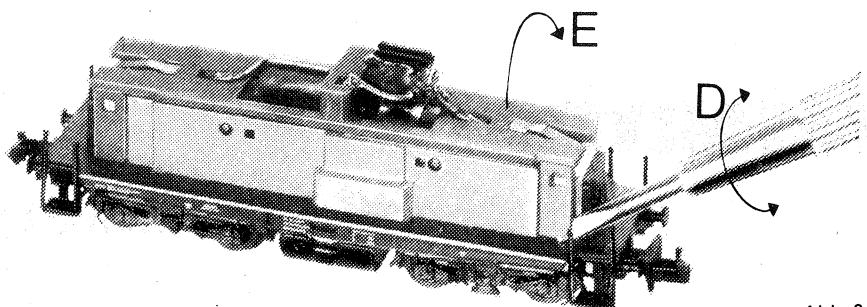
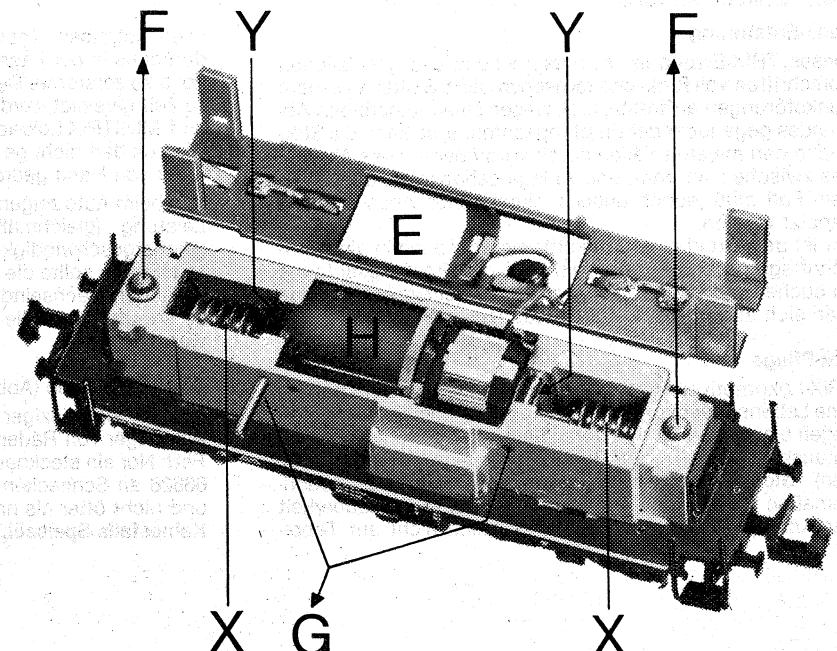

Abb. 3
Abb. 4
Haltestege der Schaltungsplatine durch vorsichtiges Drehen eines Schraubenziehers (D in Abb. 3) aus den Haltenasen aussrasten und Platine nach hinten weggklappen (E). Vorsicht, daß Anschlußdrähte nicht abgerissen werden! Motor-Haltestifte G (Abb. 4) zunächst von einer Seite mit Stecknadel o. ä. aus den Bohrungen herausdrücken und dann vollständig herausziehen. Motor H kann dann nach oben herausgenommen werden. Beim Wiedereinsetzen des Motors darauf achten, daß das abgewinkelte Kontaktblech an der Bürstenhalterung nach unten kommt und daß die Schnecken gut in die Zahnräder eingreifen. Haltestifte G nicht mit Gewalt in die Bohrungen drücken!
Gehäuse und Schaltplatine, wie beschrieben, abnehmen. Die Glühlampen F (Abb. 4) können dann nach oben aus dem Metallblock herausgenommen werden.
Uiteinde van de kontaktplaat, door voorzichtig met een schroeven-draaier (D in afb. 3) te draaien, uit de nokjes drukken en plaatje wegdraaien (zie afb. E).
Motorklemstiften G (afb. 4) hierna van een zijde (bijv. met een speld) uit de boring drukken en dan geheel eruit trekken.
Het lampje F (afb. 4) kan dan uit het metalen chassis genomen en verwisseld worden.